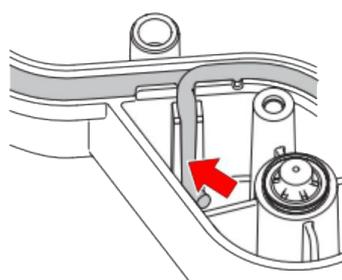

Figure 7
5. Placez la deuxième extrémité de la bande d'étanchéité sur la première extrémité, puis acheminez-la hors du conduit. Fixez la bande d'étanchéité en bas à l'aide du support. Indiqué par la flèche sur la figure 7.